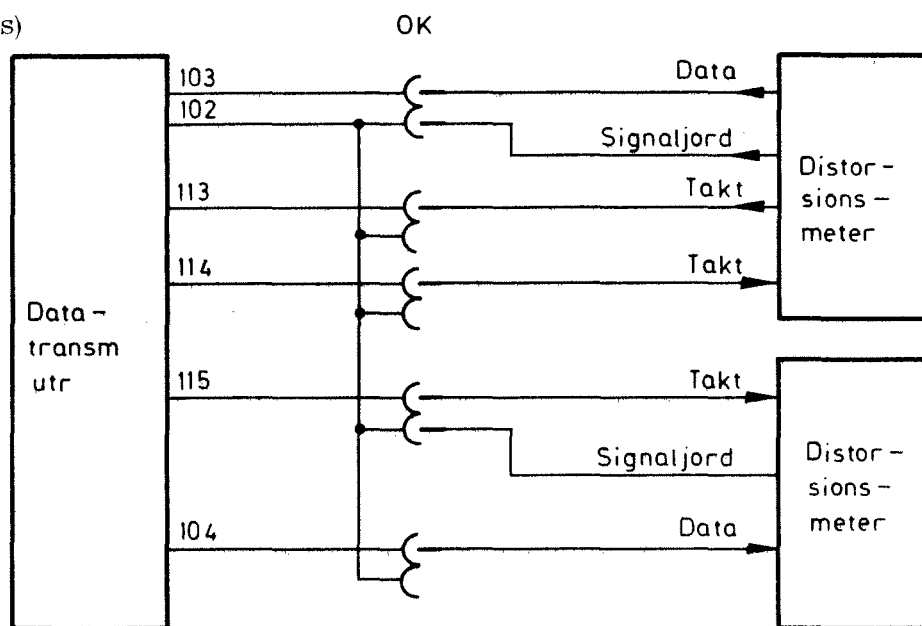

Bild 24. Uppkoppling för mätning av bitfelstäthet, slingkoppling
6.8.1 Anslut distorsionsmeterens sändardel branschrätt i OK som bild 24 visar.
Se bild 24.